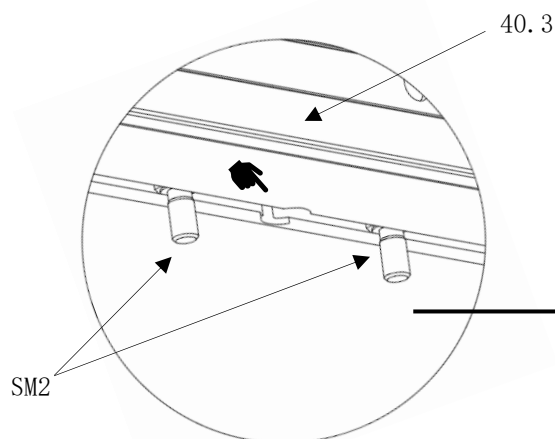

Abb. 116
- **Detail U:** der Kopf der Sechskantschrauben (Pos. SM2) wird in die Montage-Bohrungen der beiden Dachfenster Abschlussprofile (Pos. 40.3) eingeführt. (Abb. 116)
- **Detail V:** die beiden automatischen Fensteröffner (Pos. AFÖ) werden jeweils zwei Sechskantmutter (Pos. SM30) und U-Scheiben (Pos. U4) montiert. (Abb. 116)